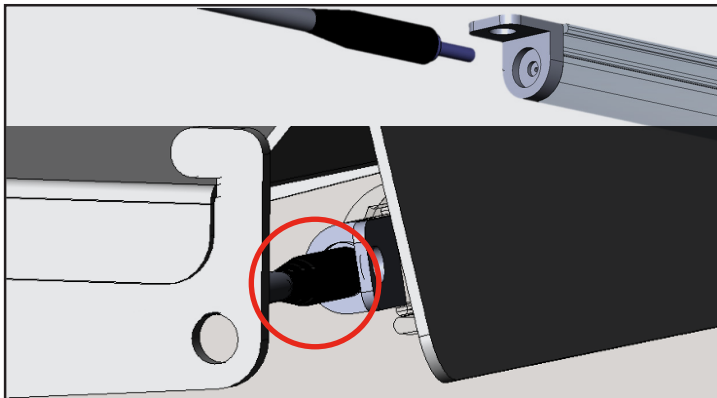

Fig. 3. Inserte el cable de alimentación en el módulo LED.
3. Inserte el cable de alimentación en el módulo LED. Véase la fig. 3.